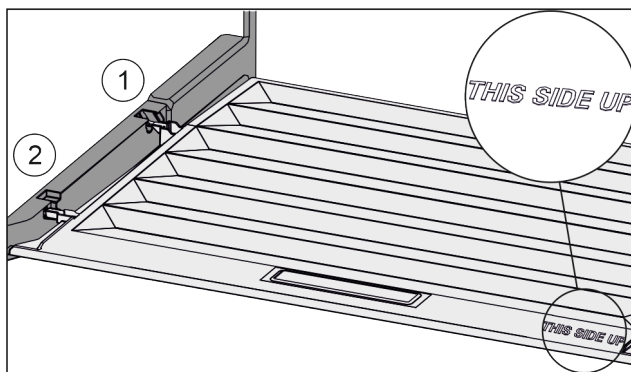

Fig. 84
- ▶ Ramiona pokrywy wprowadzić ponad otworem tylnego uchwytu Fig. 84 (1) i zazębić z przodu w uchwycie Fig. 84 (2).